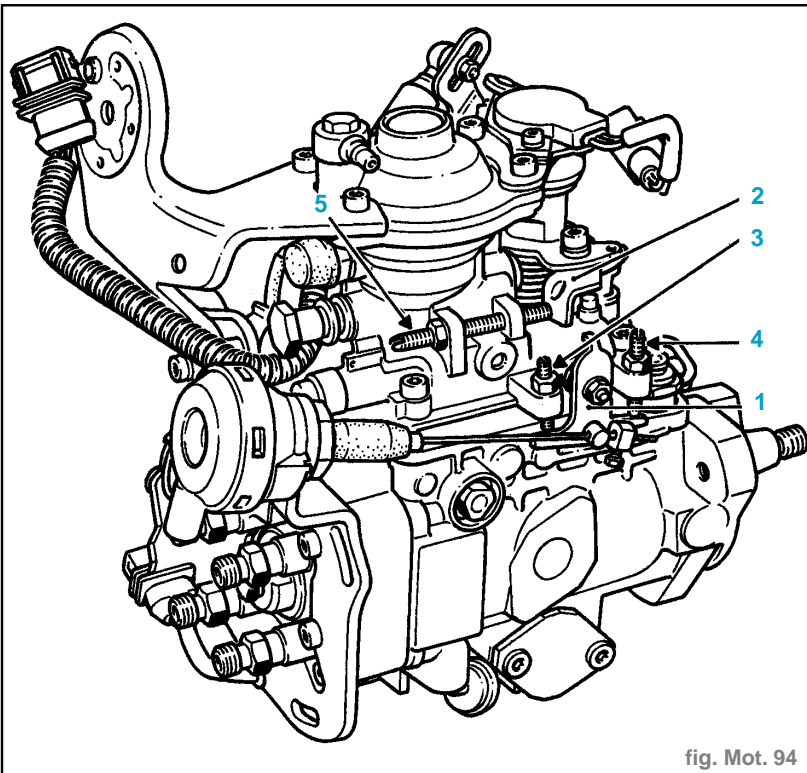

fig. Mot. 94
- Vérifier que le levier (1) est bien en appui sur la vis (3). (fig. Mot. 94)
- Dévisser de 2 tours la vis de débit résiduel (5).
- Régler le régime de ralenti à 725 ± 25 tr/mn. à l'aide de la vis (3).
- Mettre le levier de ralenti séparé (1) en appui sur la vis de ralenti accéléré (4), puis ajuster le régime à 850 ± 25 tr/mn. à l'aide de cette vis (4). (fig. Mot. 94)
- Vérifier que le levier de ralenti séparé (1) est en appui sur la vis de ralenti (3). (fig. Mot. 94)
- Lorsque les réglages précédents sont effectués, il sera nécessaire de régler la longueur de l'amortisseur. Le levier (1) en appui sur la vis de ralenti (3). (fig. Mot. 94)